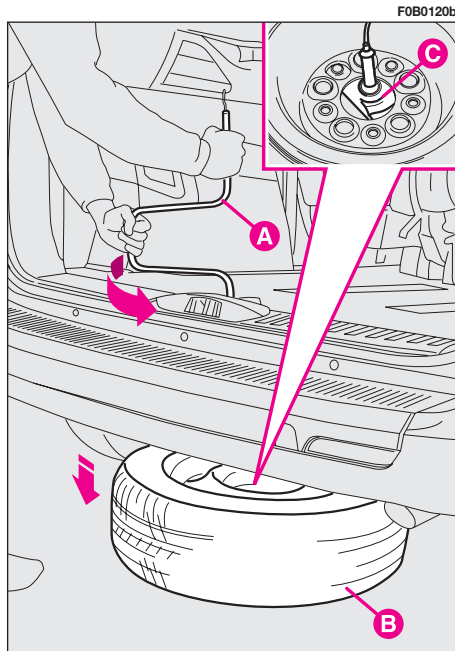

fig. 5
9) Mediante la leva di azionamento **A**-fig. 5 svitare il bullone fino alla completa discesa della ruota di scorta **B**.